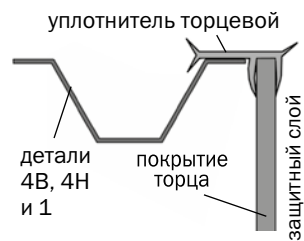

Рис.17
**4.** Подровняйте ножом покрытие по дугам **4н** и **4в**, а затем установите уплотнительный профиль в соответствии с рис.17.